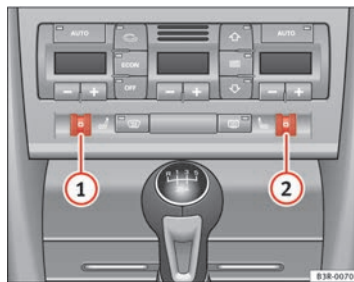

Fig. 144 Detalle del tablero de instrumentos: Ruedecillas moleteadas para la calefacción del asiento
Gire la ruedecilla moleteada ① o bien ② ⇒ fig. 144 para activar la calefacción del asiento del conductor o del acompañante, respectivamente, y para regular el nivel de calefacción.